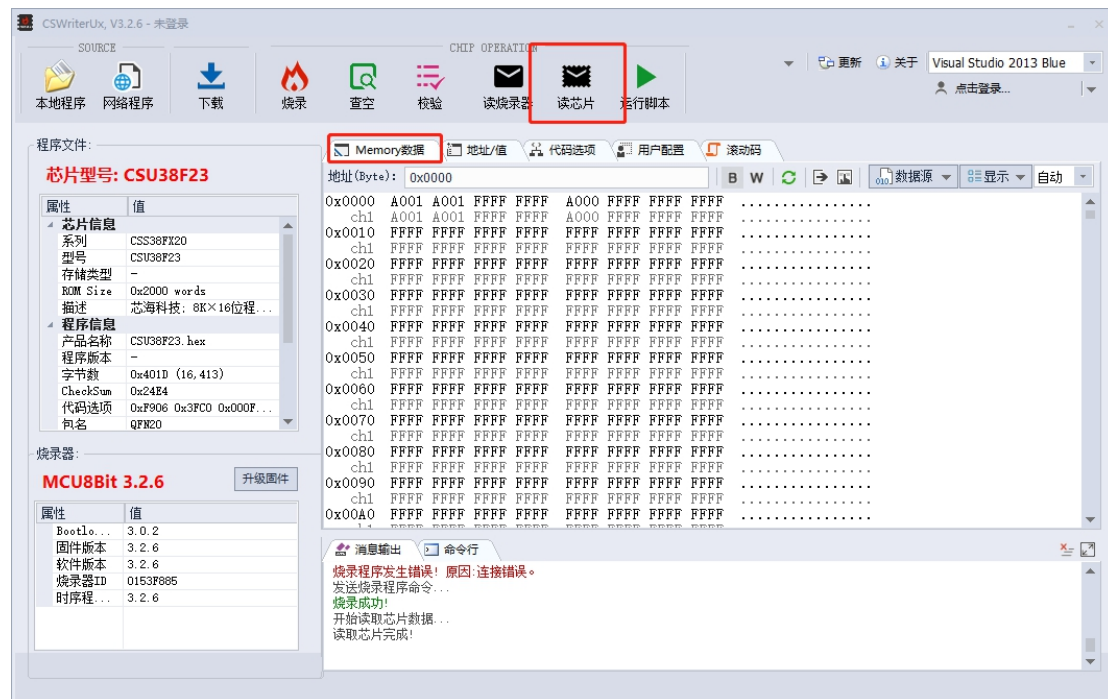
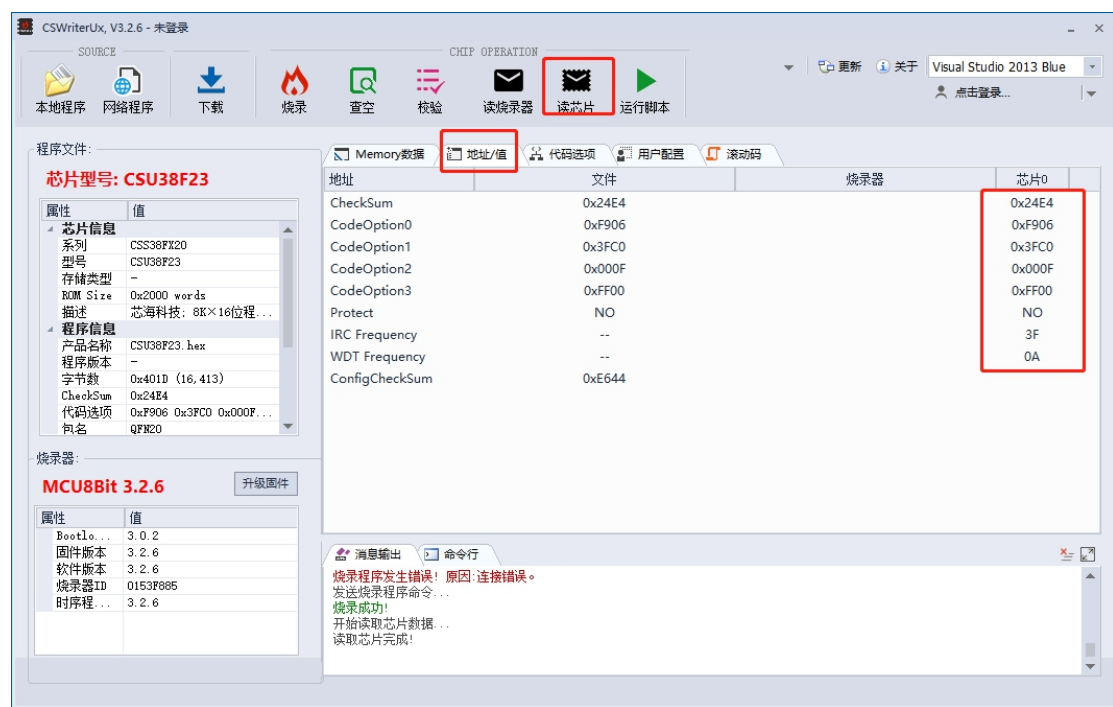

图 5 代码区域芯片数据与烧录文件数据一致
图 6 代码选项区域数据
(3) PC 上位机点击“读芯片”, 能够正常读取芯片内容, 且内容与烧录文件一致, 包括代码区域 (如图 5 所示)、代码选项区域 (如图 6 所示), 其中代码选项区域包含 checksum、option、protect 等信息。
(3) 芯片烧录后，IRC 与 WDC 时钟校准值正常，不为全 0 或全 F，如图 6 所示。